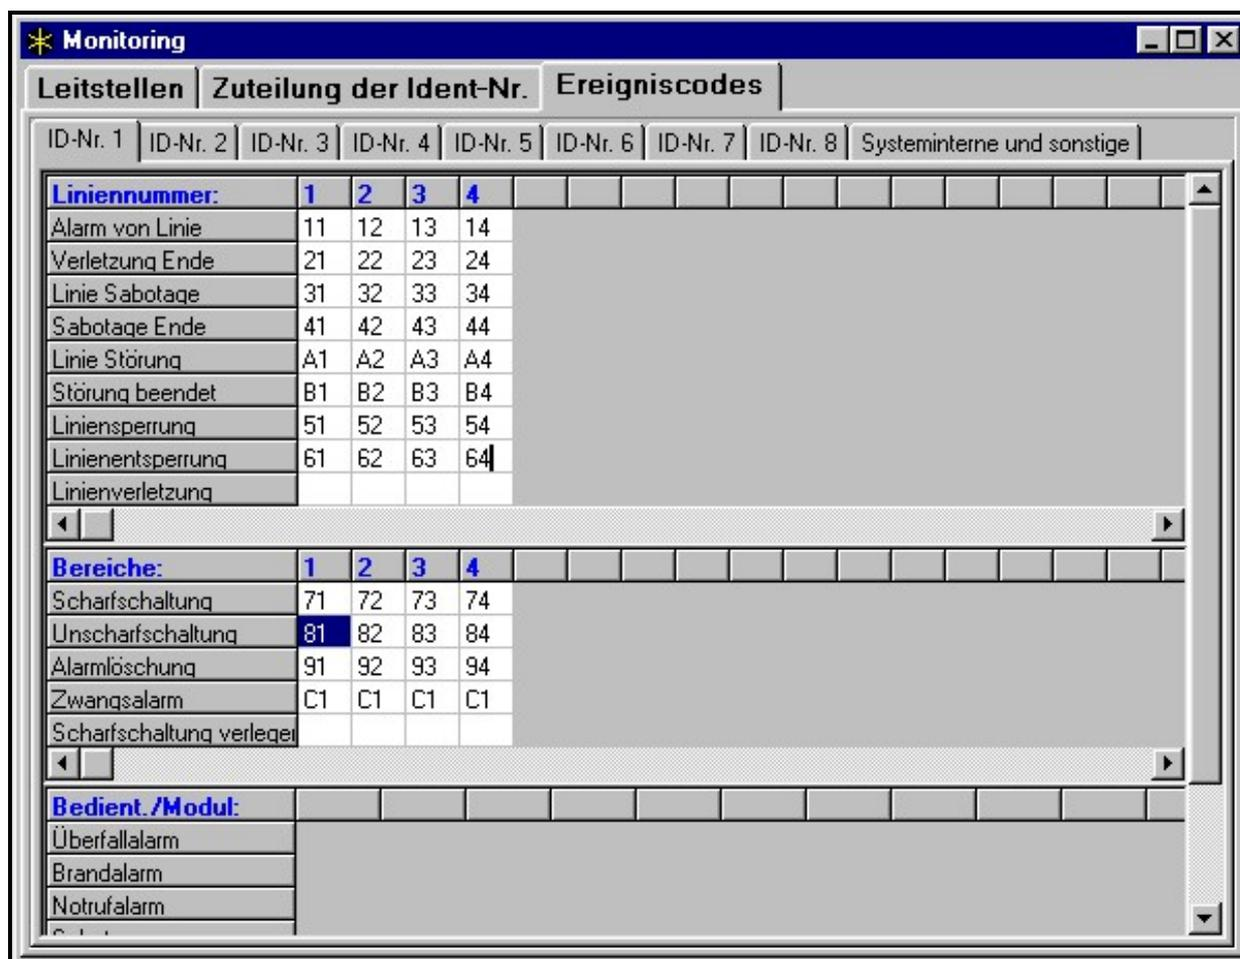

Abb. 7. Programmierung der Übertragungs-codes für Impulsformate.
Die Ereigniscodes werden nach der Aufteilung programmiert. Das Programm DLOAD64 (und die entsprechenden Servicefunktionen) zeigt alle Ereignisse, die der jeweiligen Ident.-Nummer zugewiesen worden sind, was die korrekte Programmierung der Codes erleichtert (im Fenster der Ereignisse der Ident.-Nummer erscheinen Codefelder für nur diejenigen Ereignisse, die künftig zusammen mit dieser Ident.-Nummer abgeschickt werden – siehe Abbildung 7).
**ACHTUNG:** Die in Abb. 7 und 8 dargestellten Ereigniscodes sind zufällig und dienen nur als Parametrierungsbeispiel. Sie sind gemäß den Empfehlungen des Bedienungspersonals der Leitstelle zu programmieren.